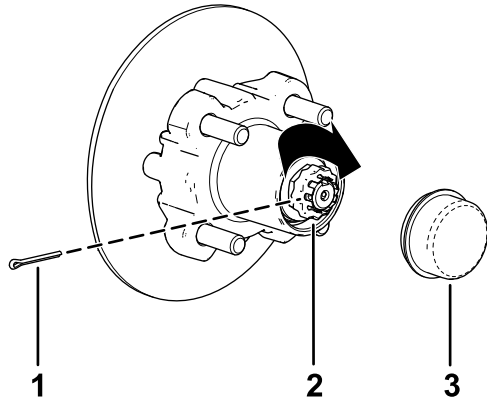

Figure 34
alignés afin de pouvoir insérer la goupille fendue (Figure 34).
9. Insérez la goupille fendue et repliez chacune de ses pattes autour de l'arrêt d'écrou (Figure 34).
10. Reposez le couvre-moyeu sur le moyeu (Figure 34).